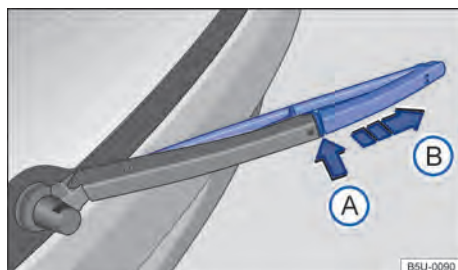

Fig. 130 Substituir a palheta do limpador do vidro traseiro.
- Manter o botão de destravamento → Fig. 130 ^A pressionado.